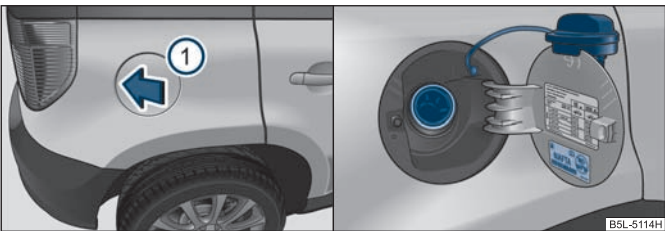

Fig. 168 Parte trasera del vehículo, lado derecho: Tapa del depósito / tapa del depósito con el tapón desenroscado
Hay diferentes clases de gasolina. Lea ⇒ página 251, “Datos técnicos” para saber qué tipo de gasolina necesita su vehículo. Puede encontrar la misma información también en su vehículo, en el lado interior de la tapa del depósito de combustible ⇒ página 207, fig. 168.
- Presione en el centro de la sección izquierda de la tapa del depósito en la dirección de la flecha ① ⇒ fig. 168.
- Desenroscar hacia la izquierda el tapón de cierre del depósito y colocarlo por arriba en la tapa del depósito ⇒ fig. 168.